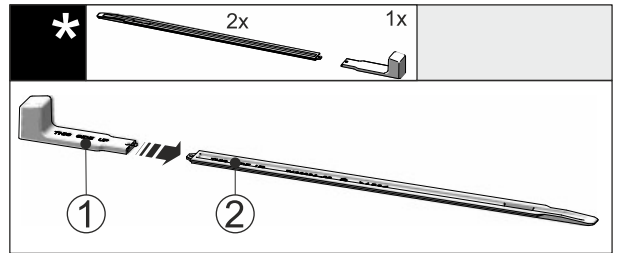

Fig. 54
- Pielieciet montāžas rokturi Fig. 54 (1) pie līmeņošanas slīdes Fig. 54 (2).